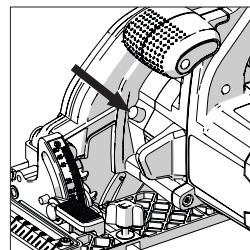

Abb. 3
- Finden Sie den Dornsperrknopf. Sperren Sie den Dorn der Maschine durch Betätigen des Dornsperrknopfes. (**Abb. 3**)